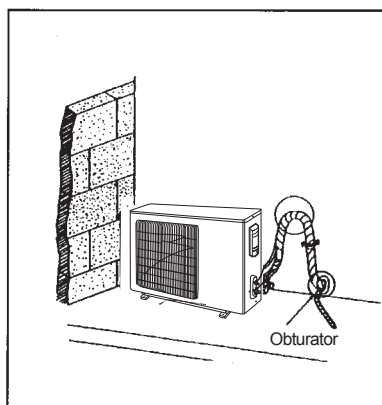

Fig.21
În cazul în care unitatea de exterior este montată mai sus decât cea de interior (Vedeți Fig.21)
- (1). Evacuarea ar trebui să fie făcută de jos în sus.
- (2). Toate țevile sunt legate împreună cu bandă și ar trebui de asemenea să fie prevăzute cu sifon pentru a împiedica apa să se întoarcă în încăpere (Vedeți Fig.21)
- (3). Fixați toate țevile de perete cu brățări.